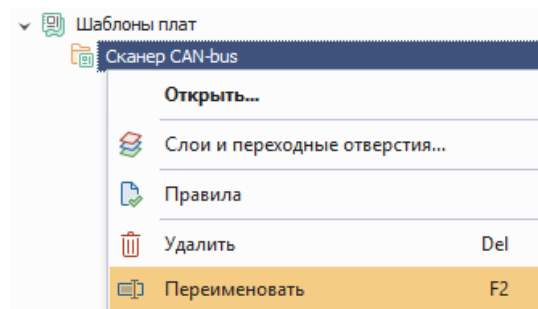

Рис. 132 Переименование шаблона платы
2. Вызовите контекстное меню и выберите пункт «Переименовать», Рис. 132. Для данного действия также задана горячая клавиша F2.